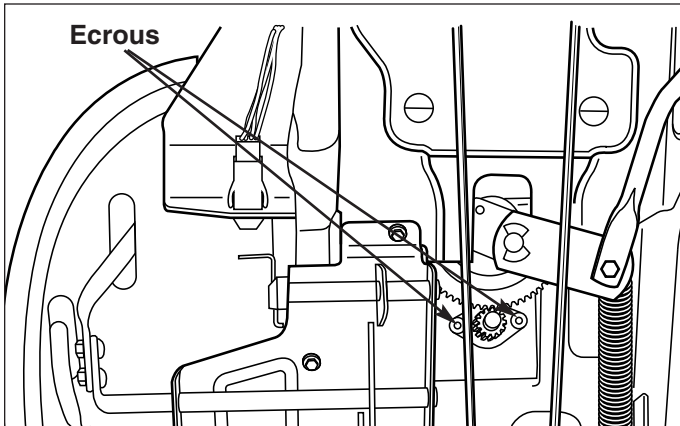

Figure 28. Réglage du pignon de direction (2WD)
1. Voir la Figure 28. Repérer l'ensemble du pignon de direction sous le tracteur. Desserrer les deux écrous et ajuster le support de façon à ce que les dents du pignon soient bien engrenées.